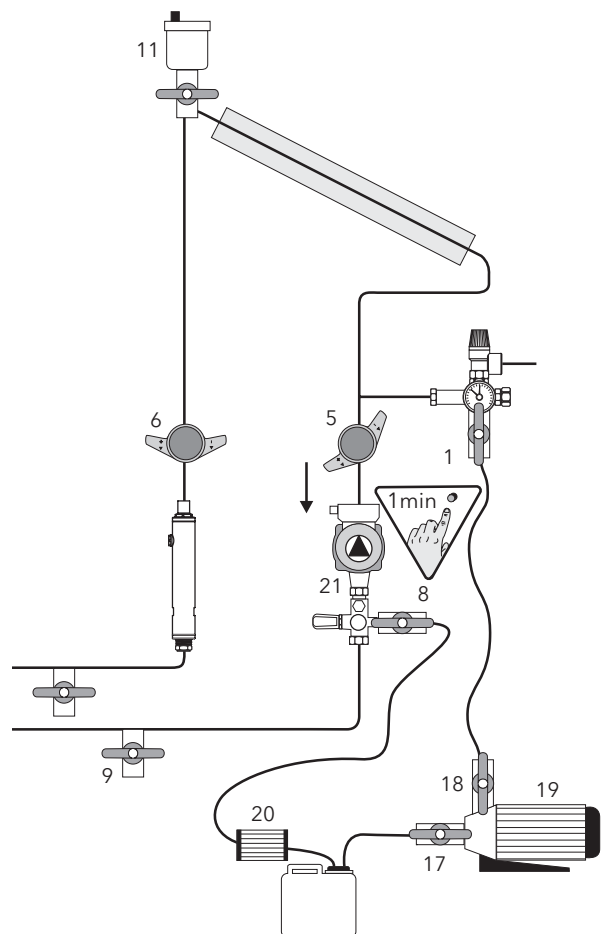

Bild 17 Pumpenstrangentlüften
- Saugschlauch von KFE-Hahn (9) abnehmen und an KFE-Hahn (8) anschließen
- KFE-Hahn (9) schließen
- KFE-Hähne (8) und (1) öffnen
- Kugelhahn (5) waagrecht stellen
- Kugelhahn (11) schließen
- Befüllpumpe (19) einschalten
- Befüllpumpe so lange betreiben, bis keine Luftblasen mehr im Flüssigkeitsbehälter (15) zu sehen sind
- Pumpenstrang und ggf. Solarkreispumpe entlüften (Bild 17)
- KFE-Hahn (8) schließen
- Bei Erreichen des gewünschten Anlagendrucks KFE-Hahn (1) schließen (s. Kap. 2.6)
- Kugelhahn (11) unter Automatikentlüfter zum Abscheiden von Restluft öffnen